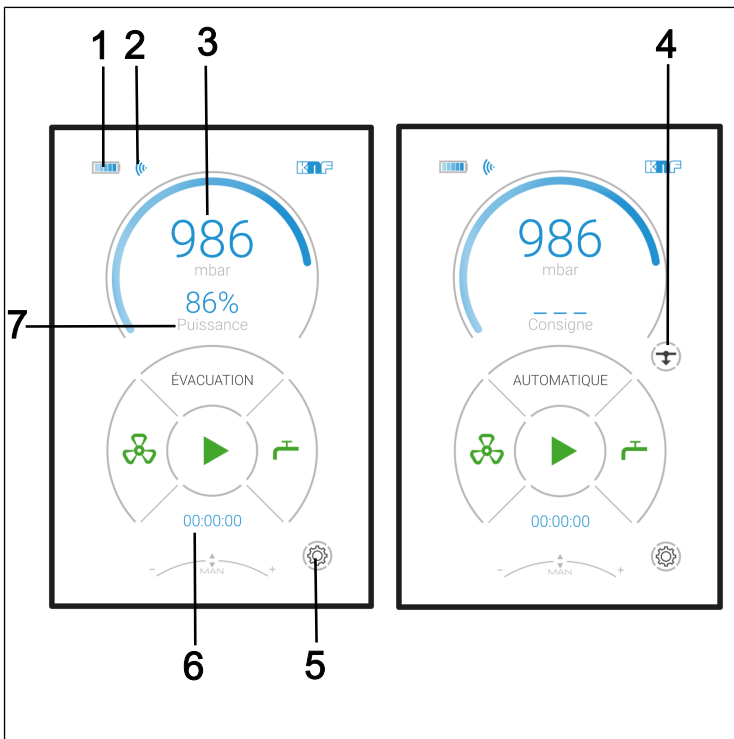

Fig. 14: Affichages sur l'écran tactile
→ Affichage des principales variables du processus (Fig. 14);
Pour choisir la langue du menu, allez dans les réglages (Fig. 14/5).
- Pour terminer le « réglage temporaire de la pression », il faut quitter le processus en appuyant sur le symbole (Fig. 14/4).
Si un point d'ébullition est détecté en mode *Automatique*, le processus reste au point d'ébullition détecté (pression effective) et passe en mode de régulation temporaire de la pression. Lorsque la réduction de la pression est inactive (Fig. 14/4), la régulation reste en permanence au point d'ébullition détecté. Si la réduction de la pression (Fig. 14/4) est activée,
Si la réduction automatique de la pression (Fig. 14/4) est ensuite réactivée, la flèche réapparaît à l'écran après environ 25 secondes.